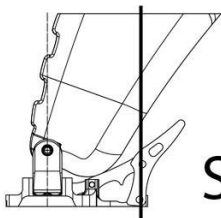

FIGURA 4
- In assetto di camminata, il punto di contatto tra la punta dello scarpone e la leva di bloccaggio frontale non deve mai superare la linea verticale mostrata in **FIGURA 4 e 5**.
La **FIGURA 4** mostra a sinistra uno scarpone **COMPATIBILE** con l'attacco, dove il punto di contatto tra punta-scarpa e leva frontale è dietro alla linea verticale mostrata in figura.